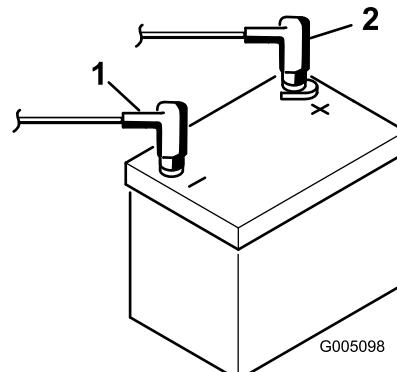

図 8
8. 赤いプラス (+) ケーブルをバッテリーのプラス (+) 端子に、黒いマイナス (-) ケーブルはバッテリーのマイナス (-) 端子にはめ、ボルトとナットで固定する (図 8)。